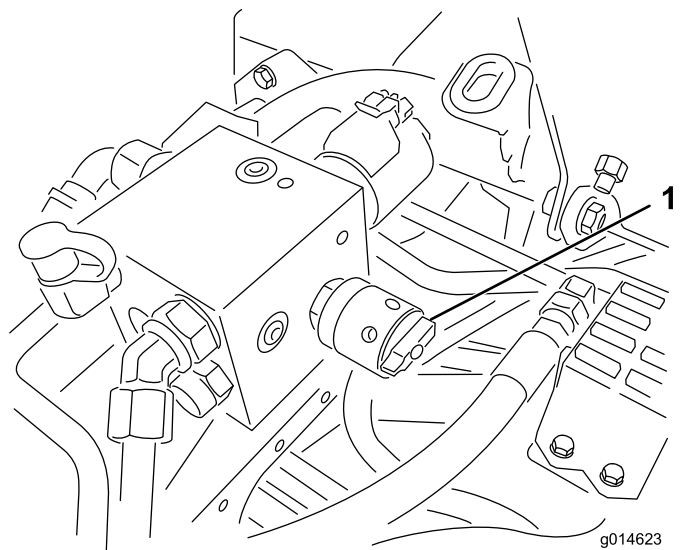

Figura 52
6. Girate il comando di velocità dei cilindri in posizione 1 (Figura 52).